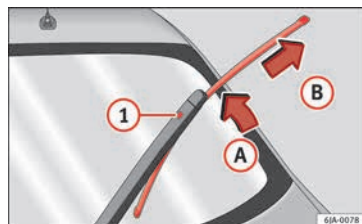

Abb. 70 Scheibenwischerblatt für Heckscheibe
- Klappen Sie den Scheibenwischerarm von der Scheibe ab, wobei Sie das Wischerblatt leicht in Richtung des Arms bewegen – Pfeil **A** » » **Abb. 70**.